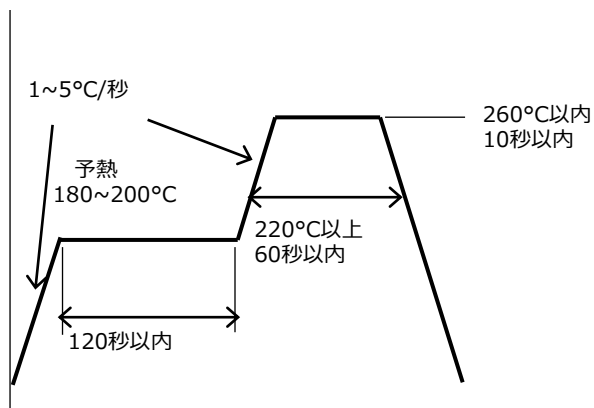

図8. リフロー推奨条件
- ・ リフロープロファイルは図8の条件を参考にご使用になるはんだの推奨条件に合わせてください。